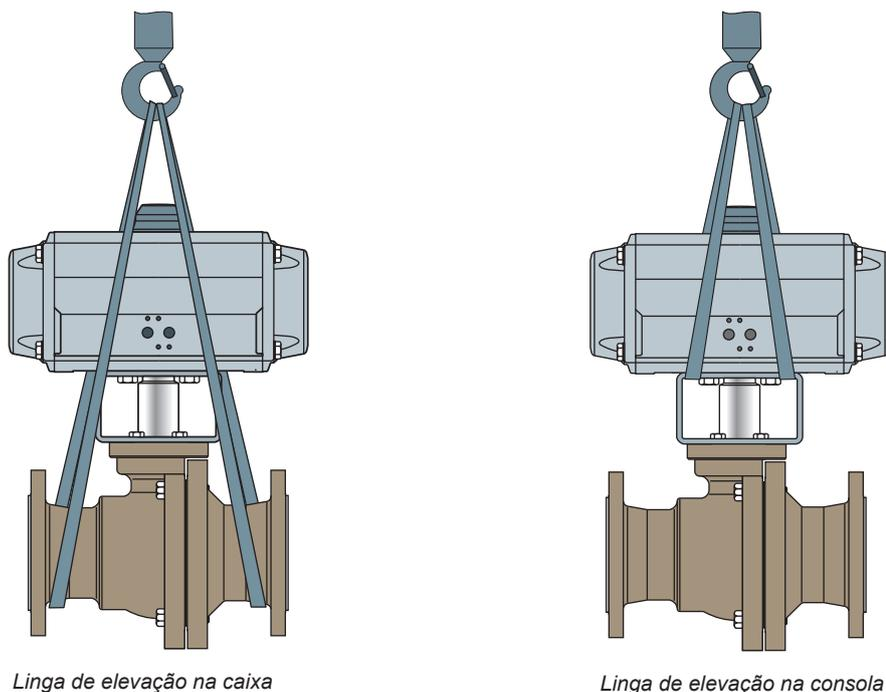

Figura 4-1: Pontos de elevação na válvula de esfera
- ⇒ Utilizar um gancho com fecho de segurança como dispositivo de suspensão para que as linguas não possam deslizar do gancho durante a elevação e o transporte, ver figura 4-1.
- ⇒ Fixar uma linga de elevação a cada um dos flanges do corpo e ao dispositivo de suspensão (p. ex., gancho) da grua ou empilhador, ver figura 4-1. Ter em atenção a segurança, a capacidade de carga e o comprimento das linguas
- ⇒ Fixar uma linga de elevação à consola e ao dispositivo de suspensão (p. ex., gancho) da grua ou empilhador, ver figura 4-1. Ter em atenção a segurança, a capacidade de carga e o comprimento das linguas.